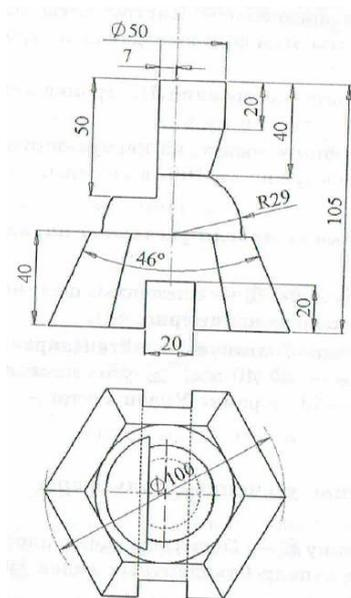

Рисунок 25
**Анализ модели.** Данная модель детали состоит из шестигранной усеченной пирамиды и нескольких поверхностей вращения: сферы, цилиндра, конуса (рисунок 25).